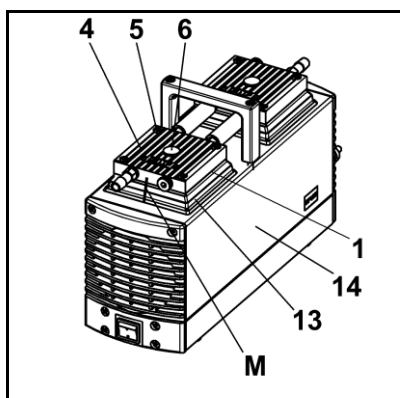

Fig. 12: smontaggio delle testate
1. Posizionare le due testate unite dal/i collegamento/i pneumatico/i sui segni (M) fatti in precedenza sulla carcassa.
i Nell'eseguire questa operazione, fare attenzione che la copertura (fig. 12/13) poggi sulla testata e non sia schiacciata. A tale scopo, inserire un cacciavite piccolo tra copertura (13) e testata muovendolo con cautela lungo il bordo.
- i** Se la copertura viene schiacciata tra piastra intermedia (1) e testata (4), la pompa non raggiunge la potenza pneumatica nominale.
2. Serrare manualmente le viti (5) a croce su entrambe le testate (coppia di serraggio: 3 Nm).